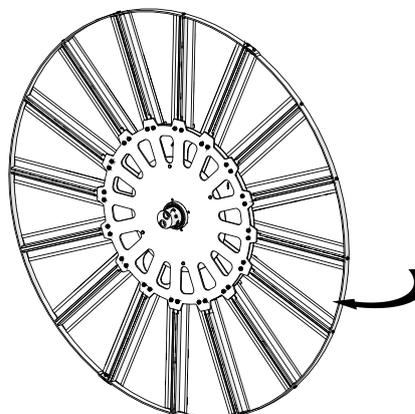

Abb. 8: Trommel wenden
9. Die weiteren Arbeitsschritte müssen von der anderen Seite ausgeführt werden (siehe Abb. 8).